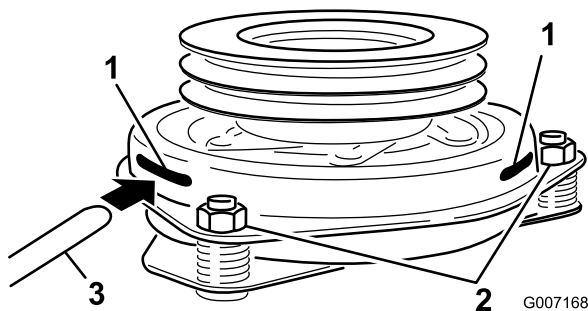

Figure 61
9. Insérez une jauge d'épaisseur de 0,381 à 0,533 mm dans une fente d'inspection sur le côté de l'ensemble. Vérifiez qu'elle passe bien entre les surfaces de frottement de l'induit et du rotor (Figure 61).
10. Serrez les contre-écrous jusqu'à ce la jauge d'épaisseur fléchisse légèrement mais puisse bouger facilement dans l'entrefer (Figure 61).